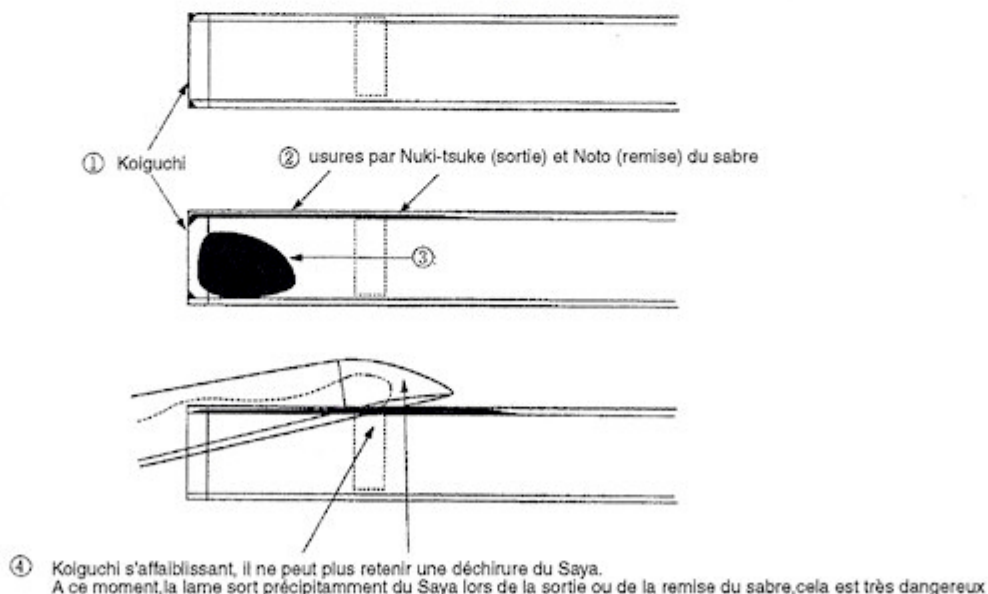

Figure-4
- s'il n'y a pas de partie abîmée à l'intérieur ou au Koiguchi (*voir Figure-4*)